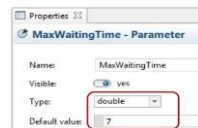

Рисунок 8.2 – Налаштування параметра *MaxWaitingTime*
3. Налаштуйте параметри. *MaxWaitingTime* визначає максимальний час, протягом якого споживач чекатиме продукт (у цьому випадку сім днів) (рис. 8.2).